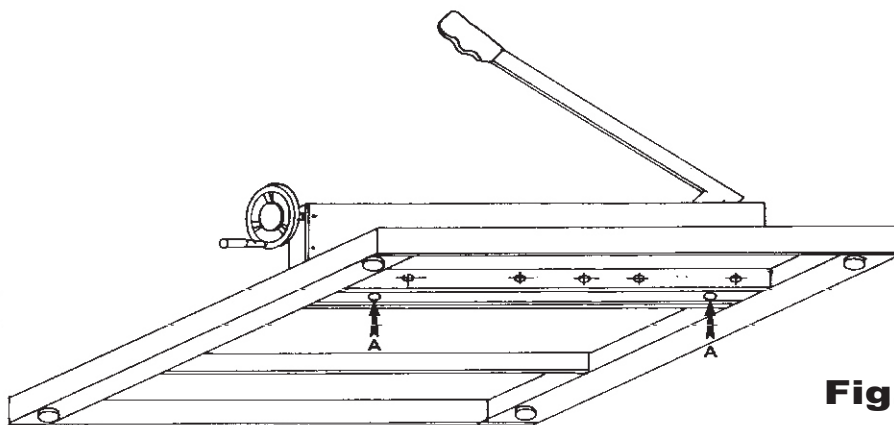

Fig. 4
- 4 - Você encontrou dois furos (A) na barra espaçadora (Fig. 4), com um pino redondo, você empurra o cepo para fora do alojamento. Vire o cepo na posição ideal ou troque, feito isto, recoloque-o em seu alojamento